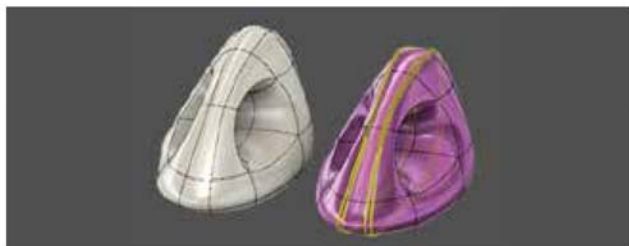

图 2-114
(13) **滑动边**: 沿控制多边形移动选定的边。选择边, 然后指定新位置, 如图 2-114 所示。